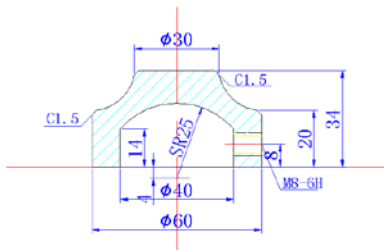

图 14.59 绘制顶垫
(4) 选择“直线”工具, 参照图 14.59 所示的参数绘制 顶垫, 并对如图所示的区域进行填充, 完成后的效果如图 14.59 所示。